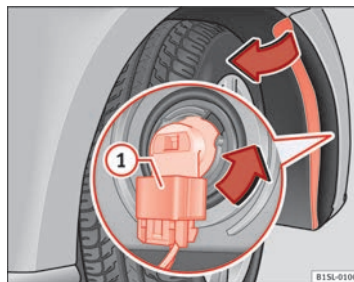

Fig. 154 Substituição das lâmpadas dos faróis.
5. Desbloquear o conector ⇒ Fig. 154 ① e retirá-lo.
6. Rode o porta-lâmpadas ⇒ Fig. 154 na direcção da seta, **no sentido contrário dos ponteiros do relógio** até ao limite e retire-o juntamente com a lâmpada deslocando-o para trás.